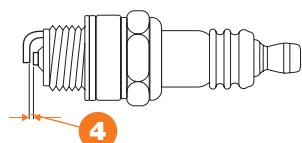

Рис. 26
- Расстояние между электродами должно быть: 0,7 - 0,8 мм **4** (Рис. 26).